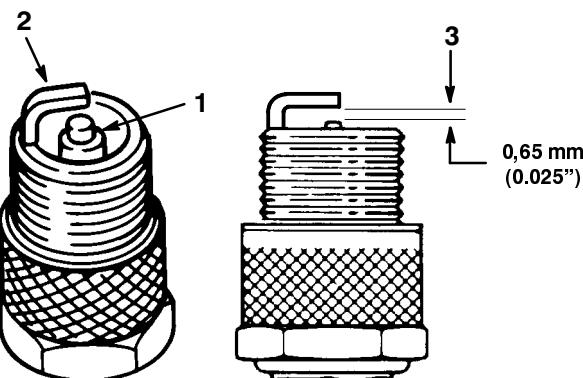

Abbildung 24
1. Die Zündkerzenmitte untersuchen (Abb. 24). Wenn der Kerzenstein hellbraun oder grau gefärbt ist, arbeitet der Motor einwandfrei. Eine schwarze Schicht am Kerzenstein weist gewöhnlich auf einen verschmutzten Luftfilter hin.
2. Den Abstand zwischen der mittleren und der seitlichen Elektrode kontrollieren (Abb. 24). Wenn der Abstand nicht korrekt ist, die Seitenelektrode verbiegen (Abb. 24).